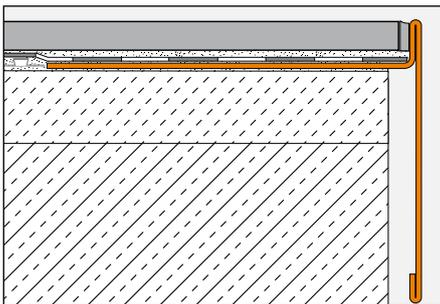
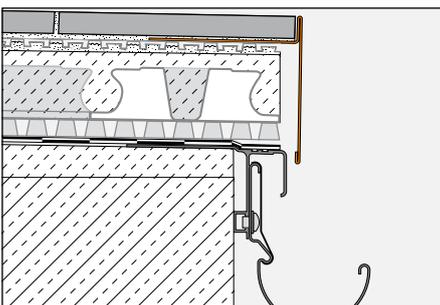

Abb. 4
Abb. 5
Verarbeitung für feste Verlegung im Verbund mit Fliesenbelag (Abb. 4 und 5)
2. Das BARA-RT ist mit dem trapezgelochten Befestigungsschenkel auf den Estrichrand (Abb. 4) bzw. auf die zuvor verlegte Drainagematte Schlüter-DITRA-DRAIN (Abb. 5) in die Kontaktschicht aus Dünnbettkleber einzubetten und vollflächig zu überspachteln.